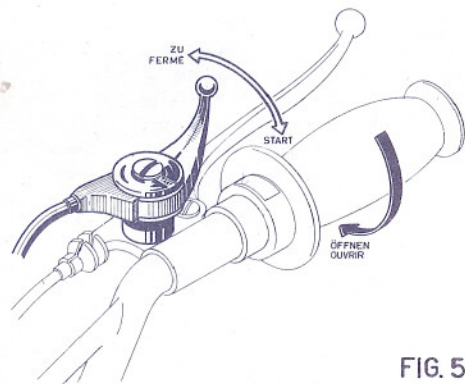

FIG.5
6. Gasdrehgriff (Fig.5)
7. Starterhebel (Fig.5)
6. Poignée des gaz (fig.5)
7. Levier de starter (fig.5)
2. Der Starterhebel in geschlossener Stellung liegt d.h. nach vorn (Fig.5).